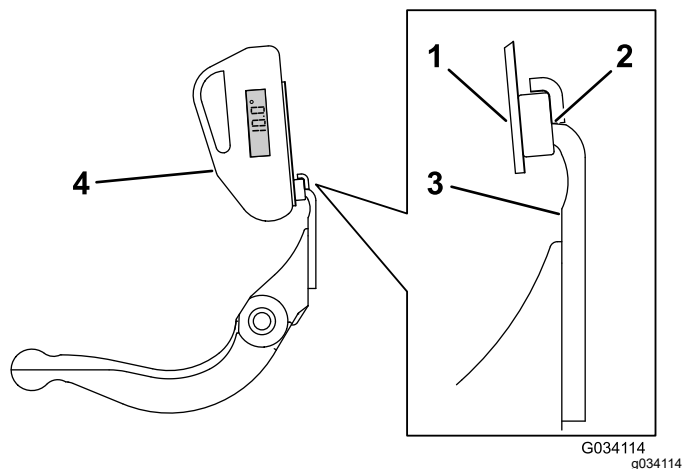

Рисунок 20
3. Установите крепление индикатора угла на кромке неподвижного ножа так, чтобы кромка магнита совпала с кромкой неподвижного ножа (Рисунок 20).
4. Установите индикатор угла на крепление, как показано на Рисунок 20.